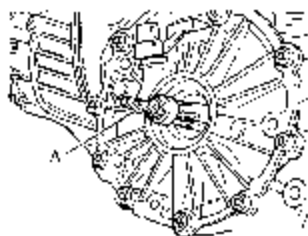

图 9-117 拆卸间隔环
(1) 拆装卡簧时, 将法兰轴放在虎钳护口中, 然后夹紧虎钳。用一只新的卡簧 A, 把原先的卡簧从法兰轴的槽中压出来。
(2) 间隔环拆卸时应使用 18.5~23.5mm 的内拉出器, 如图 9-117 所示。如果间隔环太紧拉不出, 应使用多功能工具 VW 771。